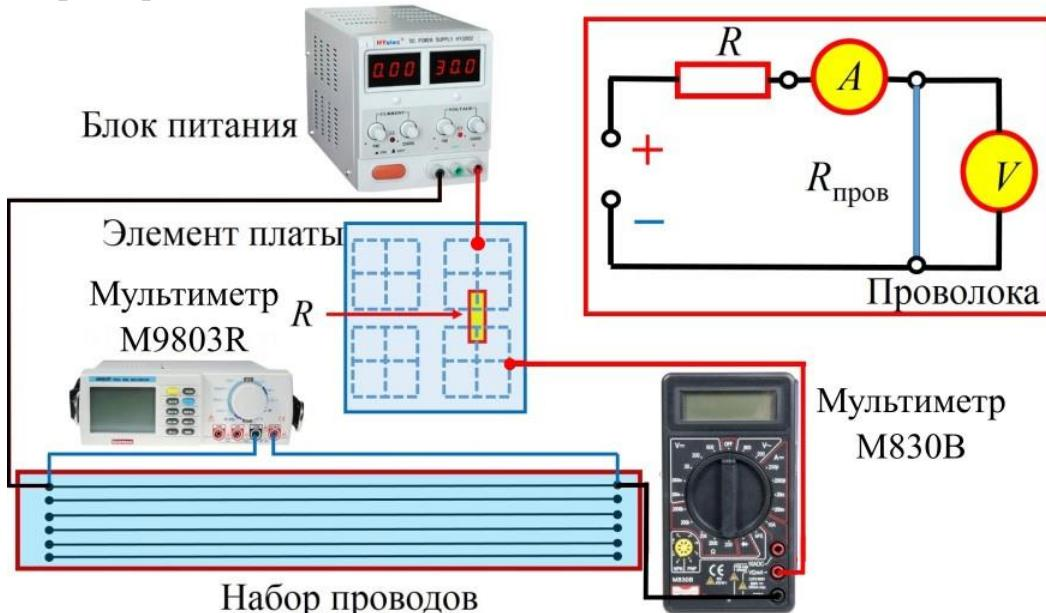

Рис. 3.9. Блок-схема соединения элементов цепи для выполнения упр. 1. На вставке представлена электрическая схема измерений.
- Соберите электрическую схему в соответствии с рис. 3.9 (вставка), где выбраны константановый провод диаметром $d = 0,15$ мм и нагрузочный резистор сопротивлением $R = 330$ Ом.